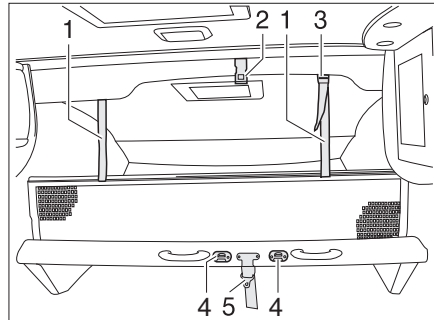

Bild 150 Höjbar säng, manuell
- Säkra den höjbara sängen i taket (Bild 150,2) med säkerhetsremmen (Bild 150,5).
- Man fäster stegen med båda byglarna på klämmorna (Bild 150,4) på den höjbara sängen.
- Haka fast fästbanden (Bild 150,1) i hållarna i taket (Bild 150,2).